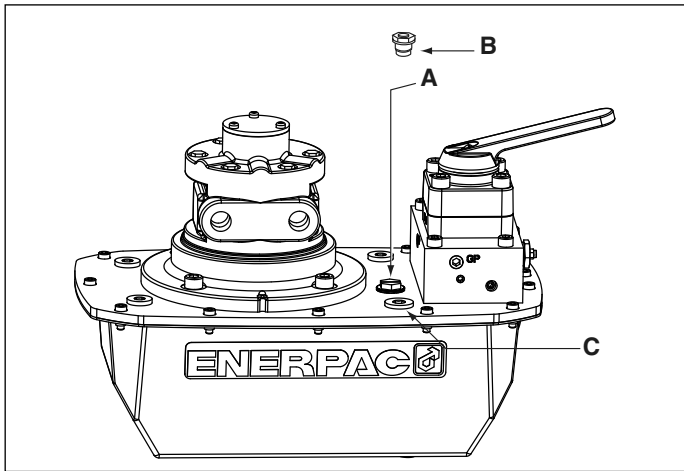

Abb. 2, ZA4 Einbau des Entlüfters
4.1 Behälter-Entlüfterkappe (siehe Abb. 2)
Überprüfen Sie den Ölpegel der Pumpe vor dem Start. Geben Sie nötigenfalls Öl hinzu, indem Sie den Stöpsel SAE Nr. 10 von der Abdeckplatte entfernen (siehe Abb. 2). Der Behälter ist voll, wenn der Ölpegel im Sichtglas bis nach oben geht. (Abb. 4).